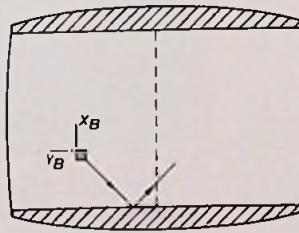

Fig. 11.
Wel kan nu reeds worden vermeld dat voor het berekenen van de balsnelheid bij botsing tussen bal en racket van (14) zal worden uitgegaan. Alvorens echter dieper hierop in te gaan moeten wij eerst nog de functie van de randafbakening bespreken. Op fig. 11 zien wij het speelveld zoals dit is besproken onder het hoofd a) organisatie van het TV-beeld. Ook is op deze figuur de „baan” van de bal aangegeven als deze botst tegen de randafbakening. Terwille van de duidelijkheid is hier de baan niet met een stippellijn maar met een getrokken lijn aangegeven, aangezien anders verwarring mogelijk zou zijn met het net. Bij de botsing in fig. 11 geldt: